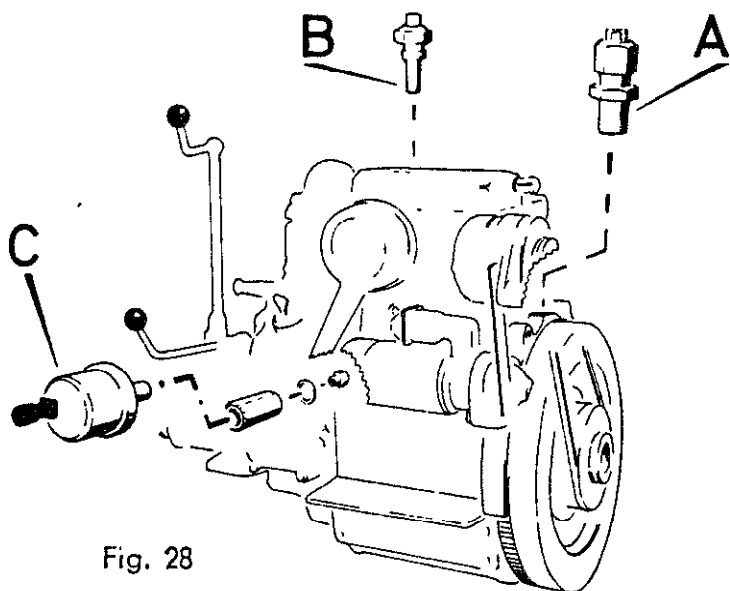

Fig. 28
1. Monter turtallsgiveren (A), fig. 28, ned i svinghjuls-skjermen. Juster avstanden mellom startekrans og giver. Korrekt klaring er 1,5 mm.